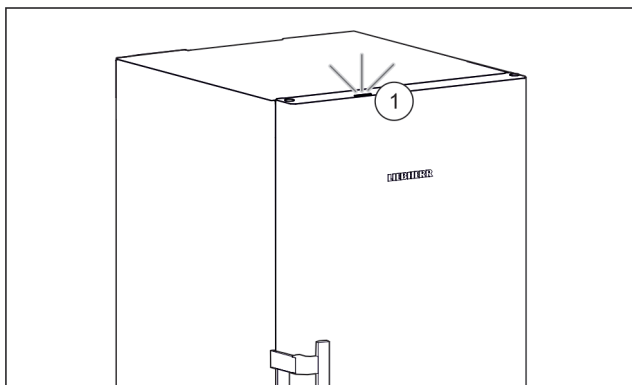

Fig. 4
Keď uvádzate zariadenie do prevádzky, tak stavové svetlo Fig. 4 (1) je z výroby deaktivované.